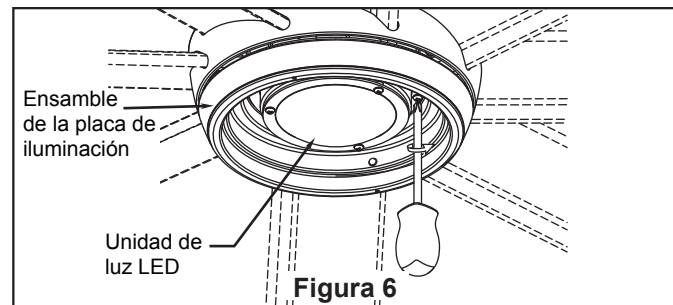

Figura 6
- 6.** Instale la unidad de luz LED en la ensamble de la placa de iluminación mediante los dos chaveteros. Vuelva a colocar el los tornillo extraídos en el paso 3 y apriete todos los tornillos. (Figura 6)
- 8.** Vuelva a colocar la cubierta de la batería en el mando a distancia con un tornillo retirados previamente. (Figura 6)